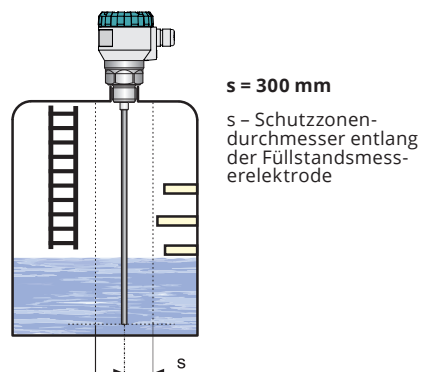

Abb. 12: Installation des Füllstandsmessers außerhalb der Hindernisse im Tank
- Die durch den Füllstandsmesser gesendete elektromagnetisch geführte Welle erzeugt ein elektromagnetisches Feld entlang der Elektrode. Gegenstände in der Elektrodennähe stören dieses Feld und beeinflussen dadurch die Messung. Daher wurde eine Schutzzone entlang der Elektrode mit einem Durchmesser von 300 mm festgelegt. Die empfohlene Installation des Füllstandsmessers im Tank sollte so erfolgen, dass die im Tankinneren angebrachten Gegenstände (Aufstiegshilfen, diverse Trennwände, Rührwerke usw.) nicht in diese Zone hineingreifen, siehe Abb. 12.